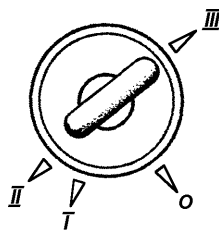

Рис. 3.4. Положение ключа в выключателе зажигания (наименование позиций см. в тексте)
35 -выключатель зажигания (УАЗ-315143, УАЗ-315148 - выключатель пуска двигателя) (рис. 3.4). Выключатель замка зажигания закреплен на рулевой колонке болтами с отрывной головкой для предотвращения демонтажа замка зажигания с противоугонным устройством обычными ключами. На заводе головки болтов не отрываются с целью сохранения возможности снятия замка с рулевой колонки в предпродажный период. Потребитель должен сам принять решение о необходимости отрыва головок болтов.
После включения зажигания (см. рис. 3.4) контрольная лампа I (см. рис. 3.1) включения иммобилайзера загорается на 1,5 секунды в тестовом режиме. Затем, до пуска двигателя сигнализатор индицирует состояние противоугонной системы:
- включите зажигание одним из зарегистрированных ключей, повернув его в положение I (см. рис. 3.4) выключателя зажигания;
- в течение 10 секунд после включения выключите зажигание, повернув ключ в положение 0 (см. рис. 3.4);
-включите зажигание одним из зарегистрированных ключей, повернув его в положение I (см. рис. 3.4) выключателя зажигания;
-в течение 10 секунд после включения выключите зажигание, повернув ключ в положение 0 (см. рис. 3.4);